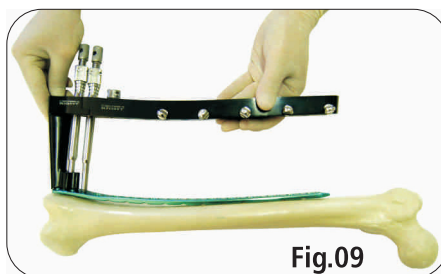

Fig.09
Utilize um guia de inserção ref.7027 montado na placa entre o músculo vasto lateral e o periósteo. Deslize a placa proximalmente e certifique-se que a porção proximal permanece em constante contato com o osso. Posicione o fim distal da placa contra o côndilo lateral. Para encontrar a posição correta, mova a placa proximalmente e em seguida retorne-a distalmente até que se encaixe no côndilo **(Fig.09)**.